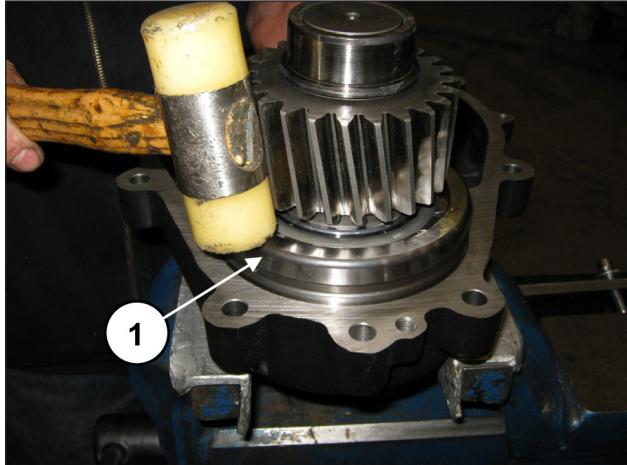

Fig. 87
Engager le pignon prémonté dans son logement sur le couvercle du réducteur à l'aide d'un maillet à embouts plastiques (rep. ①, Fig. 87).